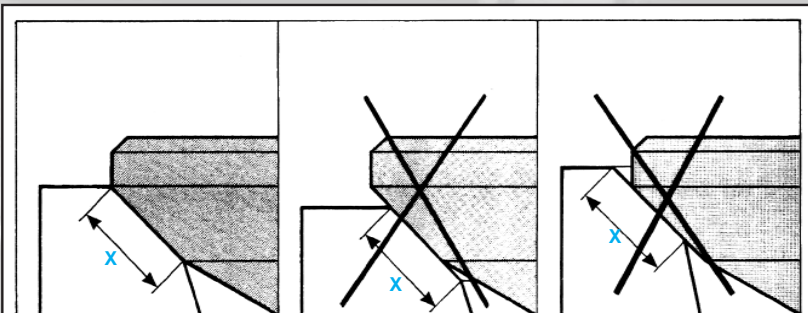

fig. Mot. 35
- La rectification de la portée (1) s'effectue avec la fraise **N 230 côté 45°**. On réduit la largeur de cette portée en (2) grâce à la fraise **N 211 côté 65°** pour l'admission et **N 605 côté 65°** pour l'échappement, jusqu'à l'obtention de la largeur **X**.
**Nota :** Respecter la position de la portée de la soupape sur son siège (fig. Mot. 35).